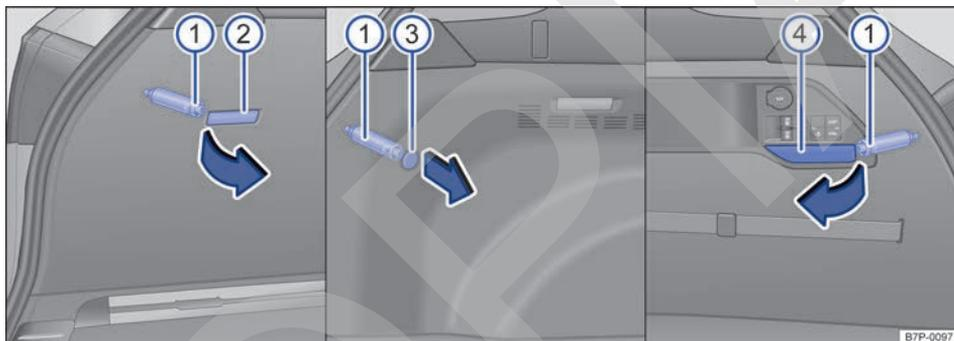

Fig. 225 En los lados del maletero: luz izquierda del maletero ②, tapa izquierda ③, tapa derecha ④ y tornillo central ①.
- Desmonte las tapas → fig. 225 ③, ④ o la luz del maletero ②. Desprenda las tapas o la luz del maletero introduciendo con cuidado la punta plana del destornillador de las herramientas de a bordo en el rebaje y haciendo palanca en el sentido de la flecha.
- Introduzca la punta plana del destornillador de las herramientas de a bordo en el tornillo central → fig. 225 ①.
- Desenrosque el tornillo central → fig. 225 ① sujetando al mismo tiempo el grupo óptico trasero. El tornillo permanece en la carrocería y tiene un seguro que impide que se caiga.
13. Con una mano sujete el grupo óptico trasero en la posición de montaje y con la otra enrosque el tornillo central → fig. 225 ①.
15. Desmonte las tapas → fig. 225 ③, ④ o la luz del maletero → fig. 225 ②.